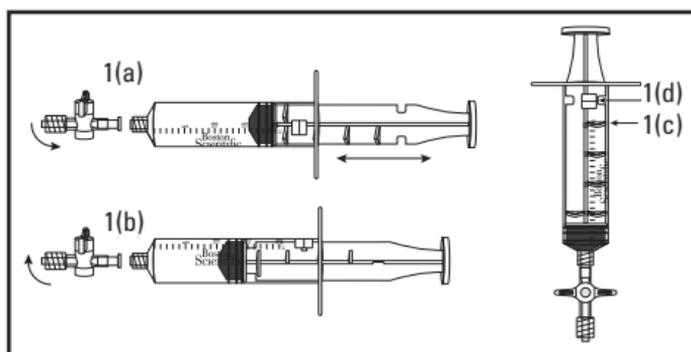

Figura 1.
1. Examine la llave de paso (figura 1(a)). La llave de paso tiene dos conexiones luer para acoplarla a la aguja y la jeringa. Puede intercambiarse aire con la llave de paso en posición abierta. La llave de paso está abierta cuando se encuentra alineada paralelamente a la jeringa, y está cerrada cuando se encuentra perpendicular a la jeringa (como se muestra).
- Examine la jeringa (figura 1). El cilindro de la jeringa tiene un pasador de tope (figura 1 (d)) y el émbolo de la jeringa cuenta con cuatro aletas de bloqueo (figura 1(c)). El émbolo de la jeringa se puede desplazar dentro del cilindro de la jeringa para bloquearla y desbloquearla. Para bloquear la jeringa, tire hacia atrás del émbolo hasta que se alinee con el volumen de aspiración deseado (figura 1(a)). Gire el émbolo en el sentido de las agujas del reloj para que el pasador de bloqueo encaje con las aletas de bloqueo del émbolo (figura 1(b)). Gire el émbolo en el sentido contrario al de las agujas del reloj para soltarlo.